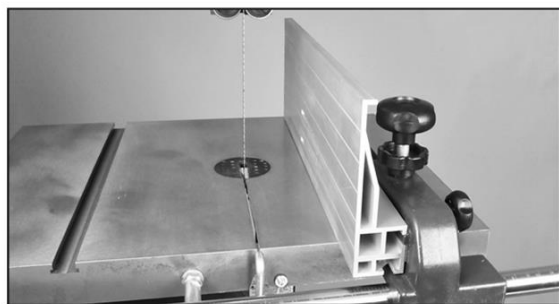

Рис. 38
4. После установки снова затяните боковую ручку, чтобы закрепить ограждение на держателе. Рис. 38.